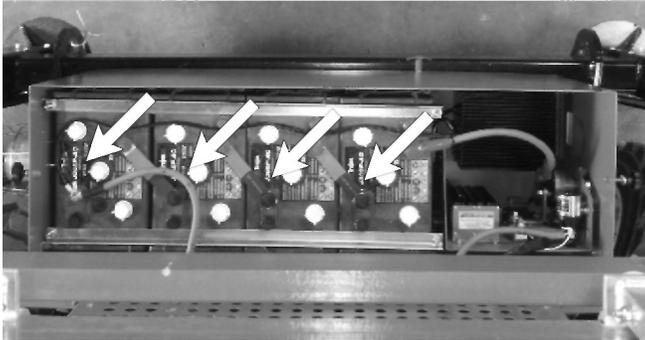

Abbildung 11.5 - Gleichstrommotor-Batterien
Am Ende des Schaltkastens sind zwei (2) Hauptbatterie-Isolatorschalter angebracht (siehe Abbildung 11.5).
Lösen Sie die Rändelknöpfe an den Enden des Gehäuses und nehmen Sie den Deckel ab, um Zugang zu den Batterien zu erhalten (siehe Abbildung 11.5).